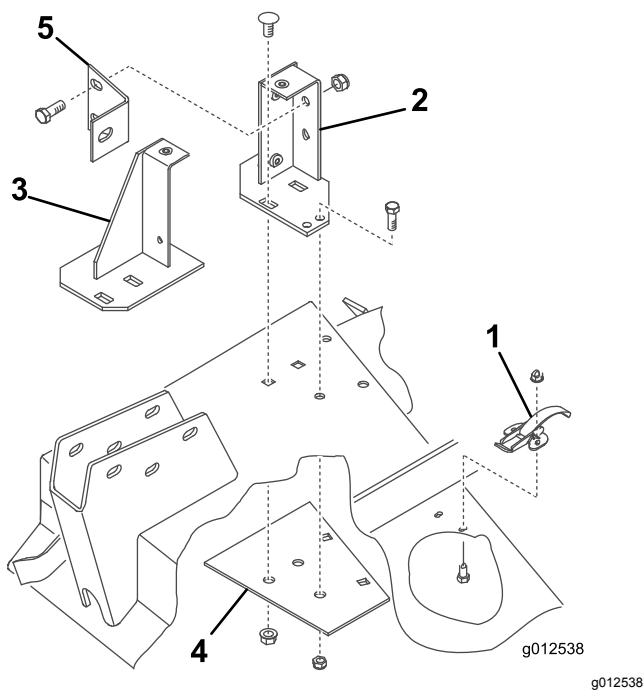

図 9
1. 右側デッキカバーのスプリングラッチを刈り込みデッキの右側に固定しているねじ類を外す 図9。ラッチは右側カバーと共に保管する。
2. フロアと取り付けブラケットを、デフレクタを取り付けていた穴に合わせてデッキの上にセットする。図9はフロアなしのブラケットのみを示している。フロアと刈り込みデッキとの間にすきまを作らないようにすること。
3. 新しい補強プレートをデッキ裏側にセットするデフレクタを取り付けていた穴に合わせる図 9。
4. 前後のブラケットと補強プレートをデッキに取り付ける先に外したキャリッジボルト $\frac{3}{8}$ -16 x $\frac{7}{8}$ "2本とフランジナットを使用する図 9。ボルトの頭がデッキの上に来るように取り付けること。
7. ブラケットと補強プレートをデッキに取りつけるボルト $\frac{5}{16}$ -18 x $\frac{3}{4}$ "とロックナットを使用する図 9。ボルトの頭がデッキの上に来るように取り付けること。
8. ブロアのブレースを固定する後取り付けブラケットへの固定はボルト $\frac{3}{8}$ -16 x 1"2本とロックナット図 9、キャストアームへの固定にはボルト $\frac{3}{8}$ -16 x 1"を使用する。